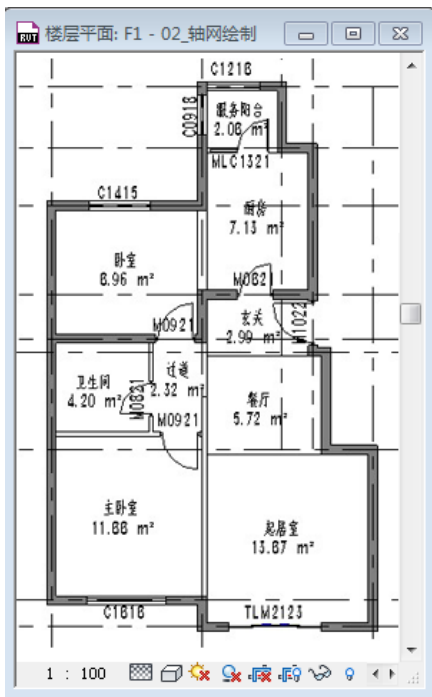

图 2-28
- 5) 选择房间标记,单击“房间”,房间名称变为可输入状态,输入新的房间名称,房间名称如下图,依次改为:“服务阳台”、“厨房”、“卧室”、“玄关”、“卫生间”、“过道”、“餐厅”、“主卧室”、“起居室”(如图 2-28 所示)。